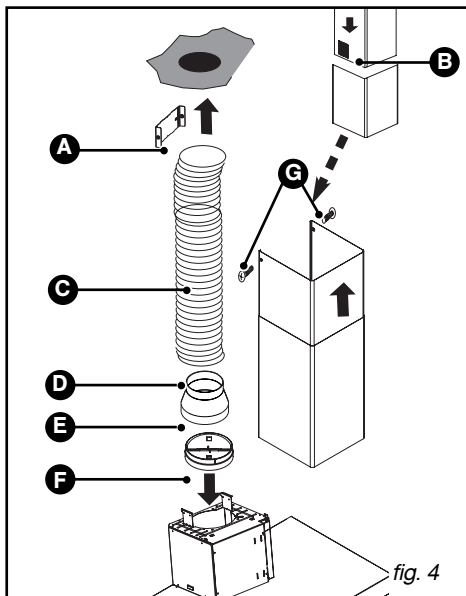

fig. 4
– Encaixe a extremidade do tubo na saída do motor (fig. 4).
– Prepare a chaminé telescópica, tendo o cuidado de dissimular os orifícios (B/fig. 4). Encaixe a chaminé montada desta forma no exaustor e levante a parte superior para ajustar a sua altura e, em seguida, aparafuse-a (G/fig. 4) ao suporte metálico da chaminé (A/fig. 4).